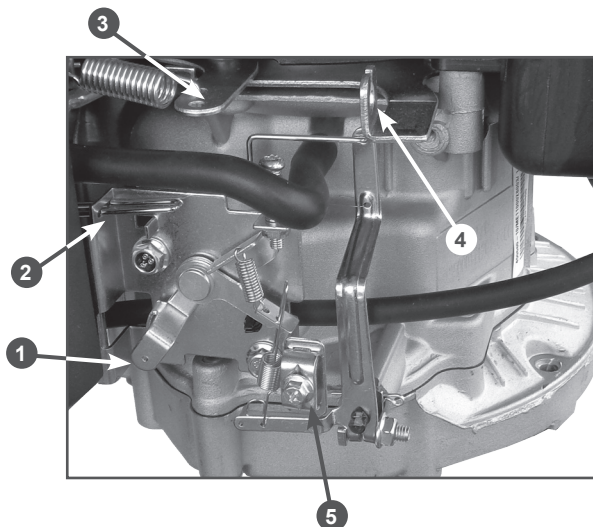

Рис. 3 Основные узлы и органы управления (панель управления)
1. Открутите болт скобы крепления троса газа и снимите скобу 5 крепления троса газа (Рис. 3).
Положение «1» - при переводе рычага газа в это положение рычаг 1 управления оборотами двигателя на панели управления двигателя нажимает на тягу 2 управления воздушной заслонкой до упора (Рис. 3). При этом воздушная заслонка карбюратора полностью закрывается.
Положение «2» - при переводе рычага газа в это положение рычаг 1 управления оборотами двигателя на панели управления двигателя не должен нажимать на тягу 2 управления воздушной заслонкой (Рис. 3). При этом двигатель работает на максимальных оборотах.